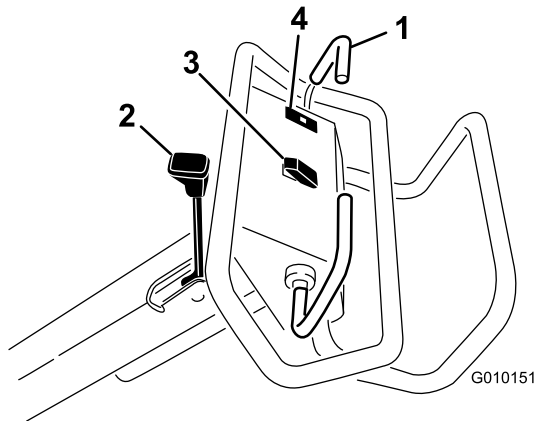

Bild 13
Bewegen Sie den Fahrtriebsbügel nach vorne, um vorwärts zu fahren. Bewegen Sie den Fahrtriebsbügel nach hinten, um rückwärts zu fahren (Bild 13).
- Schieben Sie zur Aktivierung der Feststellbremse den Feststellbremshebel zum Bedienergriff (Bild 13).
Die Öldruck-Warnleuchte (Bild 13) leuchtet auf, wenn der Motoröldruck unter einen sicheren Stand fällt. Wenn der Öldruck je niedrig ist, stellen Sie den Motor ab und suchen Sie nach der Ursache. Beheben Sie den Schaden, bevor Sie den Motor wieder anlassen.
Anheben: Drücken Sie den Schalter oben (Bild 13), um den Aerifizierkopf anzuheben und auszukuppeln. Hubdruck besteht nur bei laufendem Motor. Wenn der Aerifizierkopf unter der Transporthöhe ist, siehe Zurücksetzen des Systemsteuerungsschaltkreises (Seite 27).
Absenken/Aktivieren: Drücken Sie den Schalter unten (Bild 13), um den Aerifizierkopf abzusenken und einzukuppeln. Der Fahrtriebsbügel muss in der Vorwärtsstellung sein, um den Schalter zu aktivieren.